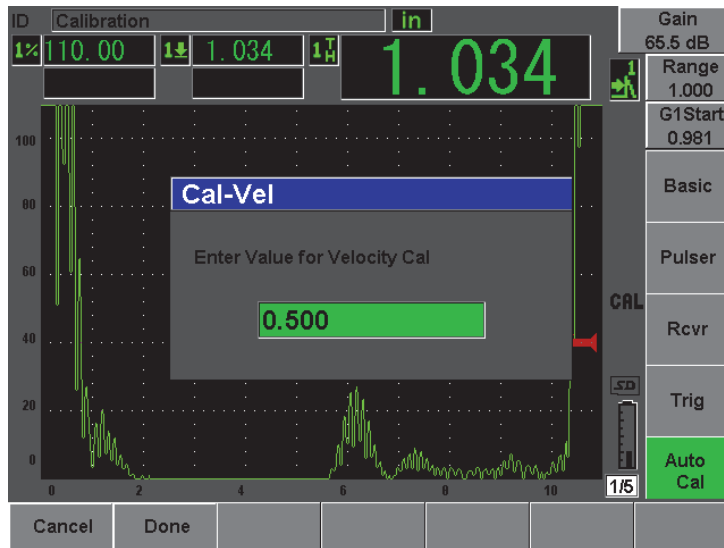

Abbildung 10-13 Eingabe der Dicke für die Schallgeschwindigkeitsjustierung
15. Die bekannte Dicke der Indikation in der Blende eingeben (in diesem Beispiel 0,500 in.), dann mit **Done** (Fertig) das Justierverfahren beenden (siehe Abbildung 10-13 auf Seite 169).